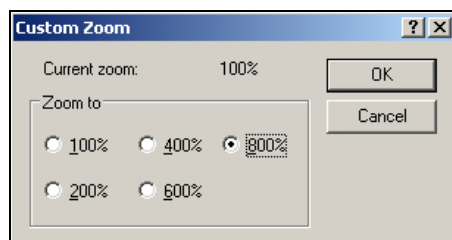

Figure 5-58 : Zoom Personnalisé
- 2 Cliquez successivement sur *Affichage > Zoom > Personnalisé*. La boîte de dialogue *Zoom Personnalisé* (voir Figure 5-58 page 5-68) apparaît.